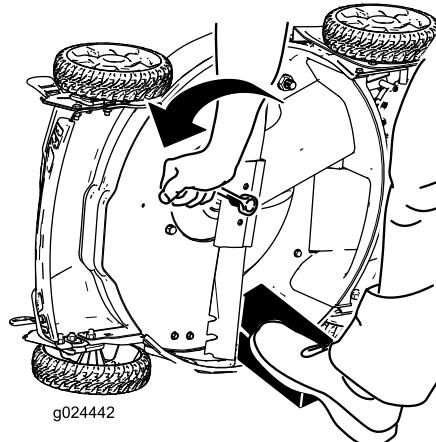

Figura 31
3. Usate un blocco di legno per tenere ferma la lama (Figura 31).
4. Togliete la lama e conservate la bulloneria di montaggio (Figura 31).